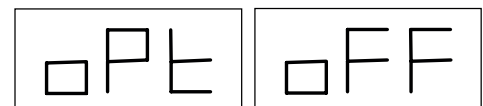

Abb. 14: Optimierung nicht möglich
4. Wenn die **statische Unwucht kleiner als 12 Gramm** ist, zeigt die Maschine die Meldung „opt off“, wie in Abb. 14 für 1 Sekunde an und verlässt dann automatisch das Optimierungsprogramm.